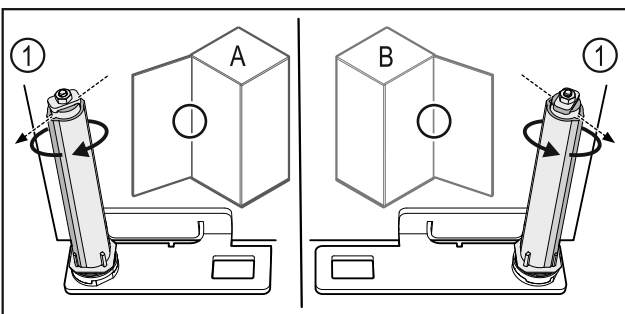

Fig. 55 Ovi avautuu vasemmalle (A) / ovi avautuu oikealle (B)
- Kierrä sulkuyksikköä vastusta vasten niin pitkälle, että sulkujärjestelmän porras Fig. 55 (1) osoittaa ulospäin.